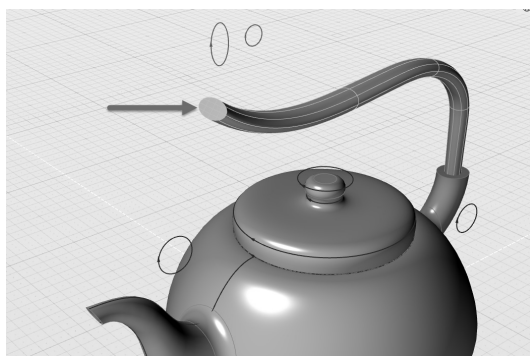

图 5-69 创建“结束封口”
5) 在控制面板中，给予该曲面以“结束封口”，如图 5-69 所示。